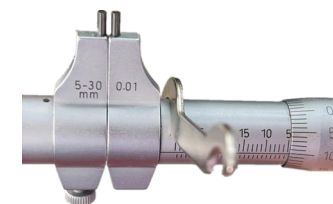

Fig.1
--Insira a chave de zeragem no orifício da luva de retenção (Fig.1) e gire a luva até que o micrômetro leia o mesmo tamanho do anel calibrador, e a calibração estará concluída.